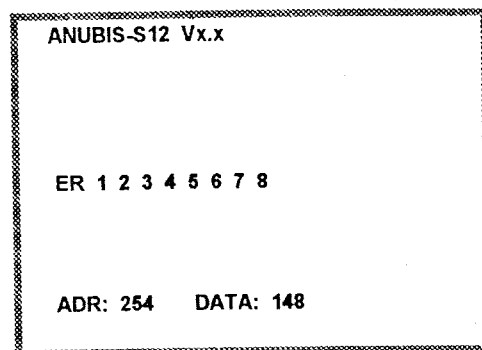

fig. 1
- Enchufe el aparato a red, e la pantalla de la fig. 1 será visible.